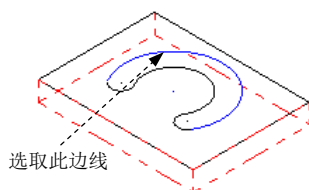
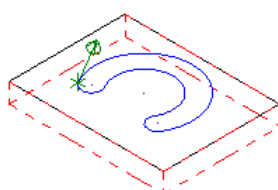

图 9.3.4 选取边线
图 9.3.5 选取边链
Step2. 设置加工区域。在图形区中选择图 9.3.4 所示的边线，系统自动选择图 9.3.5 所示的边链，单击 按钮，完成加工区域的设置，同时系统弹出“2D 刀具路径 - 2D 挖槽”对话框。